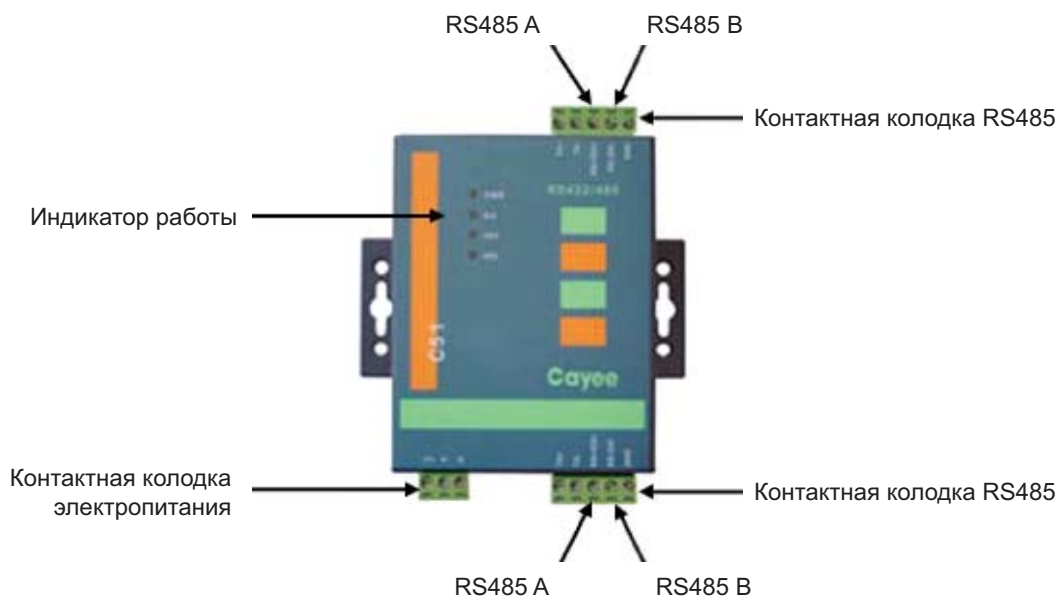

Рис. 7.31
7.5.11.9 Если длина межблочного сигнального кабеля более 800 м или количество блоков коммутации ME30-00/E2 в линии более 30 шт., то необходимо устанавливать усилитель сигнала — ретранслятор С51 (рис. 7.31, 7.32).